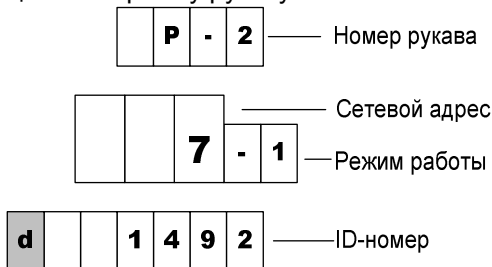

Рисунок 7
8.7 По команде СУ на табло могут отображаться сетевой адрес, режим работы и ID-номер рукава (рисунок 7). При снятии/установке любого раздаточного крана на табло выводится информация для сле-